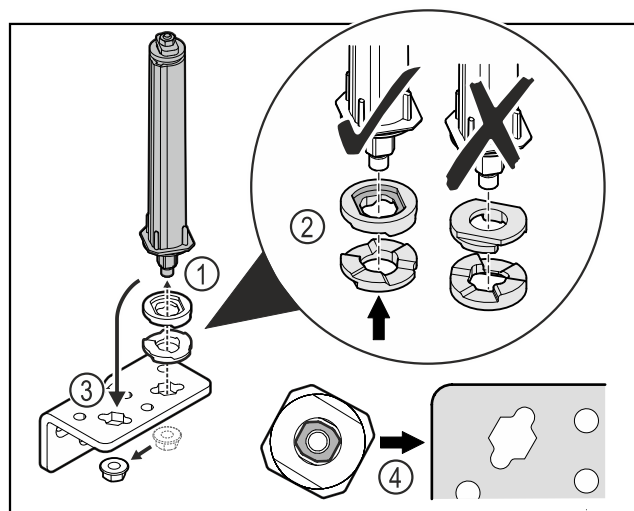

Fig. 47
- ▶ Løsn møtrikken, og afmonter dørlåsesystemet Fig. 47 (1).
- ▶ Vær opmærksom på, at højdeindstillingskiverne vender korrekt Fig. 47 (2).
- ▶ Flyt lukkesystemet i hængselvinklen, og fastgør med møtrikken Fig. 47 (3).
- ▶ Vær opmærksom på, at dørlåsesystemet vender korrekt, når det sættes i Fig. 47 (4).